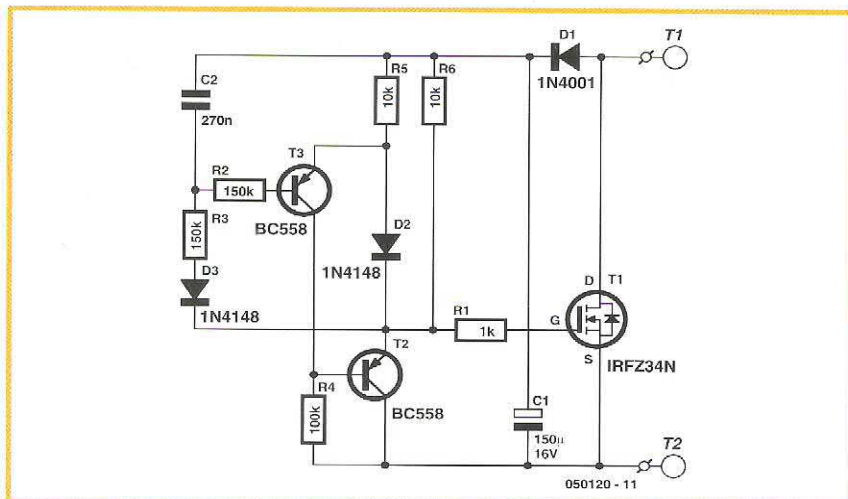

Figura 1. El circuito está diseñado para emplear una clase de efecto elevador cuando se excita la puerta FET.
Este mes en el Mini-proyecto demostramos que el sustituto electrónico que presentamos es fácil de construir a partir de componentes estándar. El elemento clave es un MOSFET de potencia capaz de soportar corrientes de paso de hasta 26 A (Figura 1).
En la **Figura 1** se muestra el esquema eléctrico de la Unidad de Control Remoto por Teléfono Móvil. El conector para el conjunto de micrófono y auricular se conecta sobre el teléfono móvil y los hilos de los elementos de micrófono vía auricular se conectan a la entrada de un circuito integrado
**Figura 1.** El circuito contiene tan sólo tres circuitos integrados: un decodificador DTMF, un microcontrolador PIC que se encarga de vigilar las funciones de control internas, y un circuito integrado de habla.